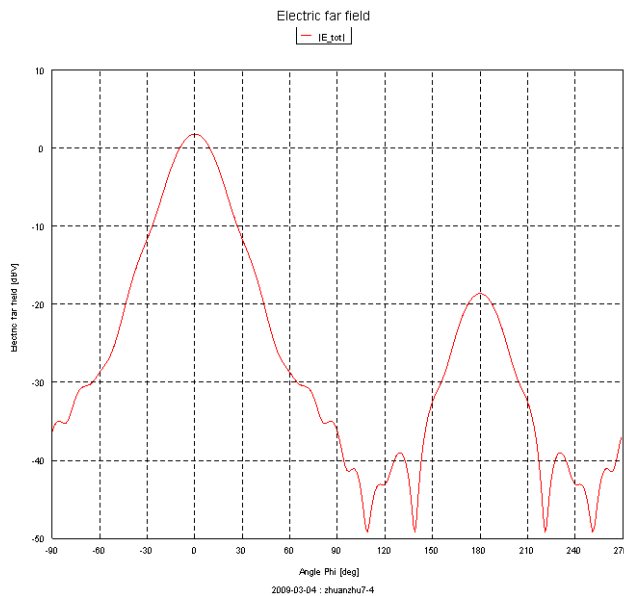
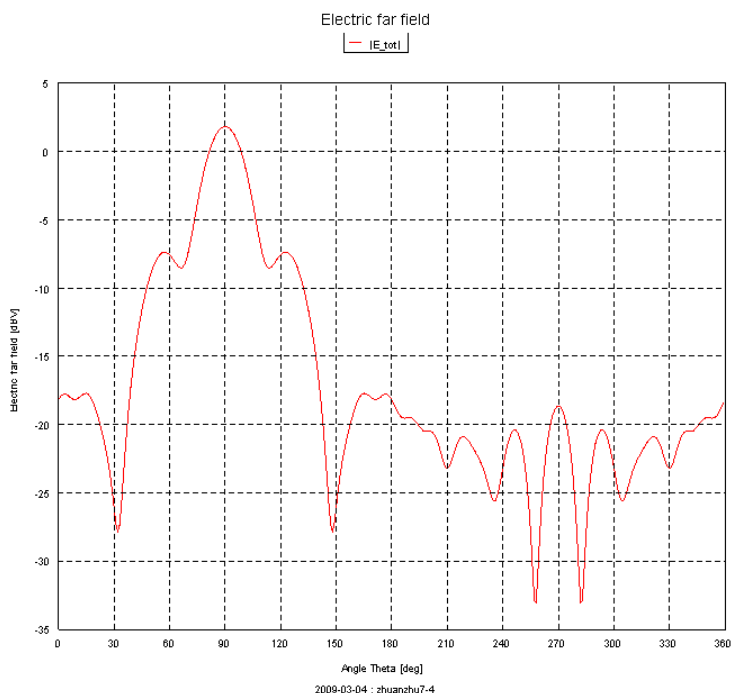

图 7-73 远场计算结果
图 7-74 远场计算结果
(4) 观察计算结果。远场电场计算结果如图 7-73 和图 7-74 所示。